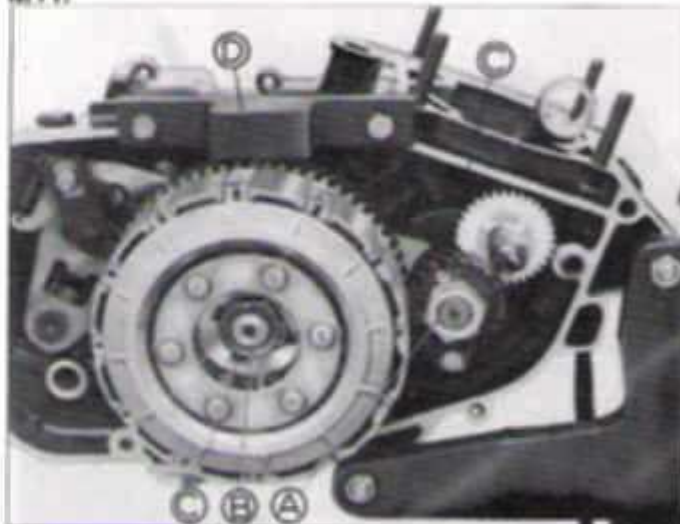

FIG. M12 - A. PORCA FIX. DA ENGR. VIRABREQUIM
1. Endireitar a arruela trava da porca da engrenagem do virabrequim e da porca do cubo da embreagem. Figura M12.
Para afrouxar estas porcas utilizar como freio a ferramenta especial 7017.099.011.00.6. Figura M12.
2. Remover a porca, arruela trava e sacar o conjunto da embreagem. Figura M12/M13.